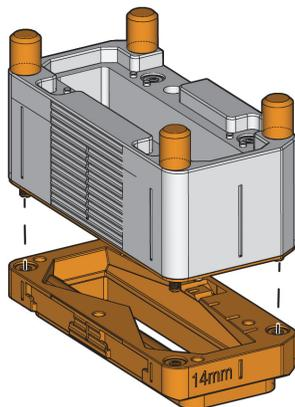

Figura 3-1 Placa de línea de retardo
1. Desatornille los cuatro tornillos de apriete manual para asegurar la placa de línea de retardo en el soporte de la sonda (ver Figura 3-1 en la página 56).